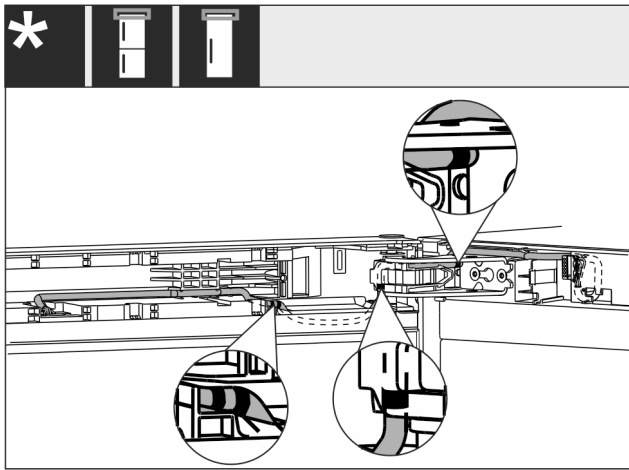

Fig. 37
- ▶ A kábelt az ábrán Fig. 37 (l) látható módon kell elvezetni.